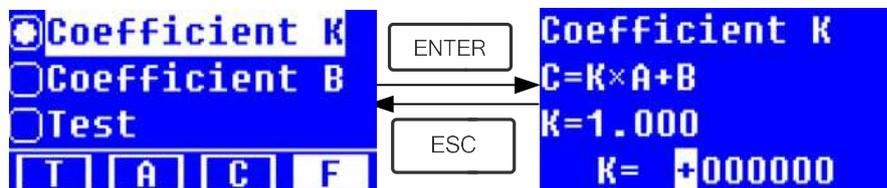

Fig. 4-18
- ★ Usar la tecla Flecha para mover el cursor sobre "Coefficient K" y presionar  para ir al interface de ajuste K. (Fig. 4-18); Entrar cada bit de K mediante la tecla Flecha y presionar  para confirmar. Cuando se haya entrado el último bit, el sistema volverá automáticamente al Interface